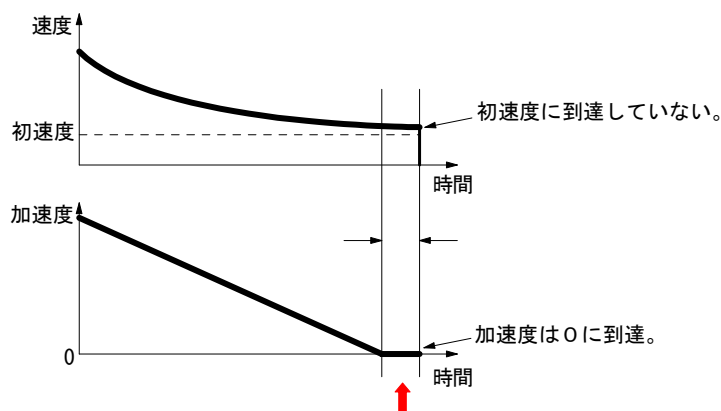

図2 ドライブ終了間際の速度と加速度
- ① ドライブ終了間際に減速停止命令(26h)を発行したとき。
- ② ハードウェアリミット (nLMTP/M 信号) の停止モードを減速停止に設定し(WR2/D2=1)、ドライブを開始させ、ドライブ終了間際に進行方向のリミットがアクティブになったとき。
- ③ ソフトウェアリミットを有効にし(WR2/D0,1=1)、ドライブを開始させ、ドライブ終了間際に進行方向のソフトウェアリミットがアクティブになったとき。
- ④ nSTOP(2~0)信号を有効にし(WR1/D5,3,1)、定量パルスドライブを開始させ、ドライブ終了間際にこれらの信号がアクティブになったとき。
S字加減速の定量パルスドライブは、ドライブが終了する時、すなわち出力パルスを出し終えるときに、現在速度が初速度に到達するように、また現在加速度が0に到達するようにしています。しかしながら演算精度の問題からすべてのパラメータの組み合わせにおいて、速度=初速度、加速度=0にすることができません。この不具合現象は、図2に示すように現在速度が初速度に到達していないで加速度が0の到達してしまった時に、たまたま上記の①から④のいずれかの減速停止要因が働くと発生します。